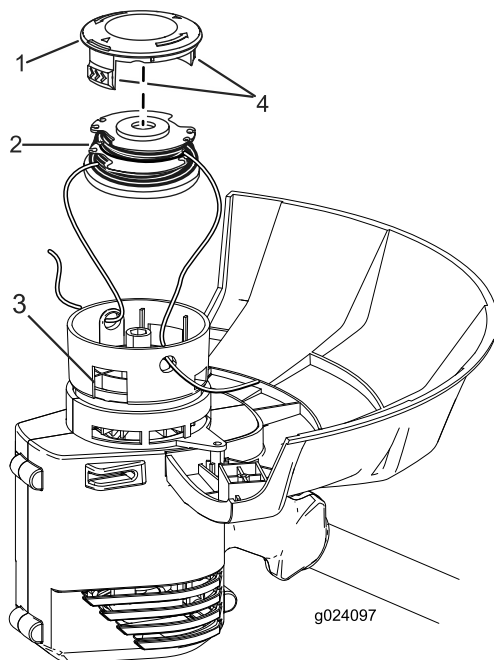

Bild 19
2. Drücken Sie die Nasen an der Seite des Spulenhalters zusammen (Bild 19).
2. Entfernen Sie die Spule. Siehe „Auswechseln der Spule“ (Bild 19).